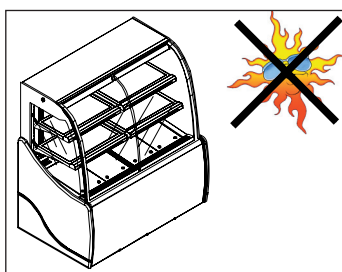
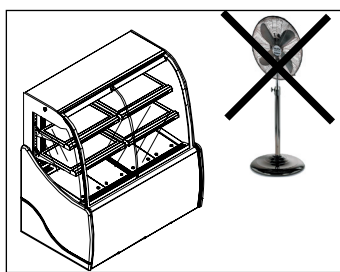

Fig. 4
Fig. 5
**IMPORTANTE:** Asegúrese de que el equipo sea instalado lejos de fuentes de calor y/o radiaciones solares directas (Fig. 4), puertas, ventanas, ventiladores, salidas de aire acondicionado o extractores (Fig. 5) y que disponga del espacio frontal necesario para permitir su uso por parte de los clientes.